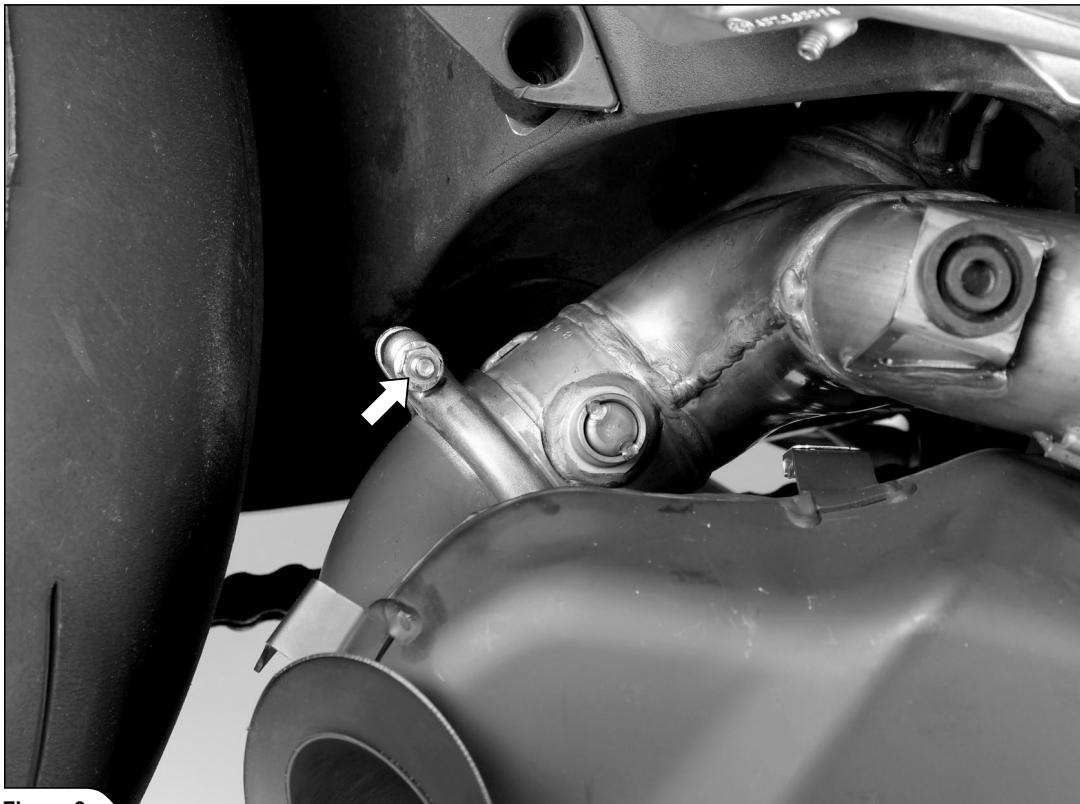

Figure 3
- Svitare il morsetto indicato e i bulloni e i dadi del silenziatore su entrambi i lati della motocicletta. Rimuovere con cura il silenziatore dalla motocicletta (Figure 3, 4, 5, 6).
- Unscrew the marked clamp and muffler's bolts and nuts on both sides of the motorcycle. Carefully remove the muffler off the motorcycle (Figure 3, 4, 5, 6).